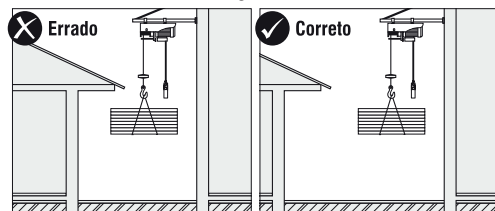

Fig. 5 - A área de deslocamento do guincho deve estar desobstruída
- b. Na movimentação e transporte de estruturas, placas e outros pré-moldados, bem como cargas em geral, devem ser tomadas todas as medidas preventivas que garantam a sua estabilidade. Observar também de que no percurso vertical não pode haver interferências que venham a obstruir o seu livre deslocamento, Fig. 5;